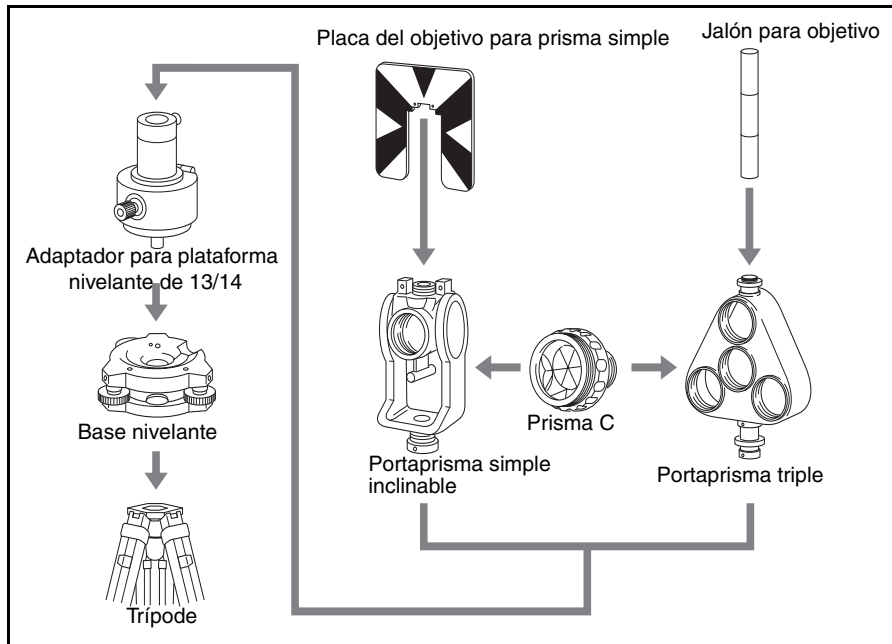

Figura 2.1 Armado del prisma reflector
1. Arme el prisma reflector como se muestra en la Figura 2.1.